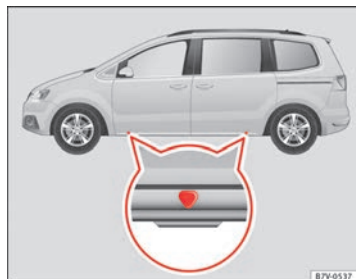
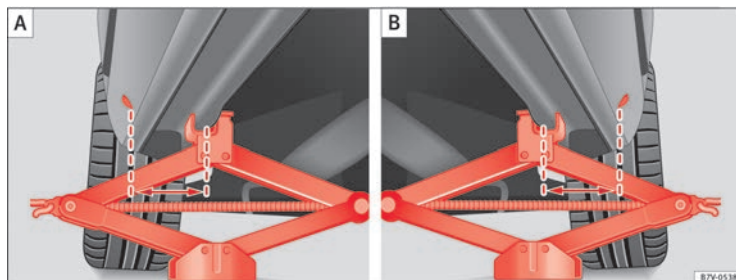

Fig. 185 Puntos de apoyo del gato.
Fig. 186 (A): gato colocado en la parte delantera izquierda del vehículo (B): gato colocado en la parte trasera izquierda del vehículo.
El gato sólo se debe colocar en los alojamientos indicados (marcas en la carrocería) ⇒ fig. 185. La marca indica la posición de los puntos de apoyo **debajo** del vehículo. Los puntos de apoyo se encuentran en los nervios situados **detrás** de los cantos delanteros ⇒ fig. 186. Utilice en cada caso el punto de apoyo respectivo de la rueda a cambiar ⇒ △.
5. Busque debajo del vehículo el punto de apoyo para el gato ⇒ **fig. 185** que se encuentre más próximo a la rueda que vaya a cambiar.
7. Asegúrese de que el pie del gato quede por completo firmemente apoyado en el suelo, y de que esté colocado exactamente debajo del punto de apoyo ⇒ **fig. 186**.
8. Centre el gato y siga subiéndolo con la manivela hasta que la garra abarque el nervio situado debajo del vehículo ⇒ **fig. 186**.
• Coloque el gato únicamente en los lugares descritos. La garra del gato debe quedar asegurada, abarcando el nervio del refuerzo de los bajos ⇒ **fig. 186**.